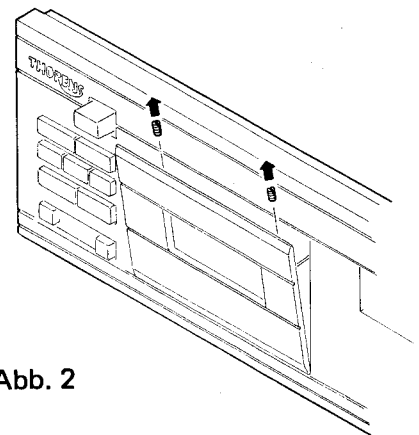

Abb. 2
- c) Die zwei Schrauben an der Deckelabdeckung des Cassette-fachs lockern, Abdeckung entfernen (Abb. 2).